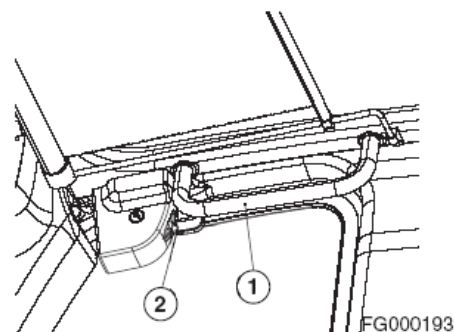

Рис. 136
3. Держась обеими руками за верхние ручки переднего окна (1, рис. 136), затем потянуть рычаги блокировки (2, рис. 136), чтобы снять блокировку.